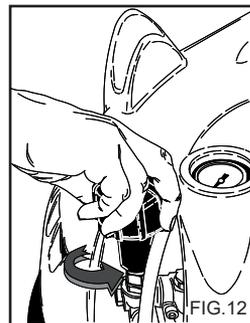

FIG.12
Tässä kappaleessa käsitellään vain niitä malleja, jotka on varustettu "paineensäädin" laitteella. Paineensäätimellä, Fig. 12, käyttäjä voi säätää työpainetta. Kun nappi C on käännetty vastapäivään (B) (minimi), toimintapaine vähenee.